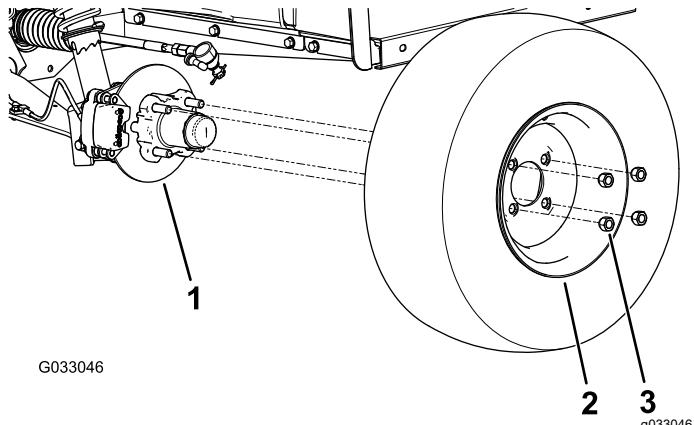

Bild 23
2. Nehmen Sie die vier Radmuttern ab, mit denen das Rad an der Radnabe befestigt ist (Bild 23).
- Fluchten Sie die Löcher im Rad mit den Bolzen der Nabe aus und montieren das Rad so an der Nabe, dass das Reifenventil außen ist (Bild 23).
5. Befestigen Sie das Rad mit den Radmuttern an der Nabe (Bild 23).